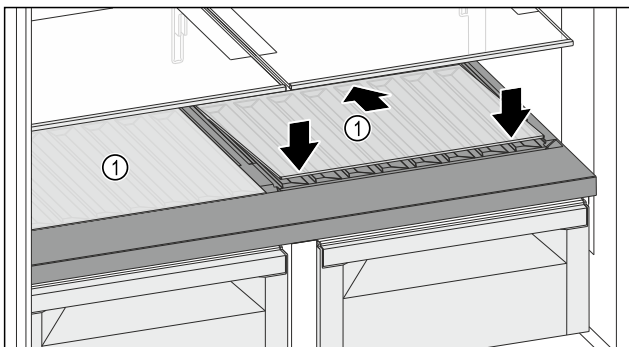

Fig. 131
- Вставте складну полицю Fig. 131 (1) під кутом, нахиливши назад і донизу.
- Опустіть складну полицю Fig. 131 (1) вперед.